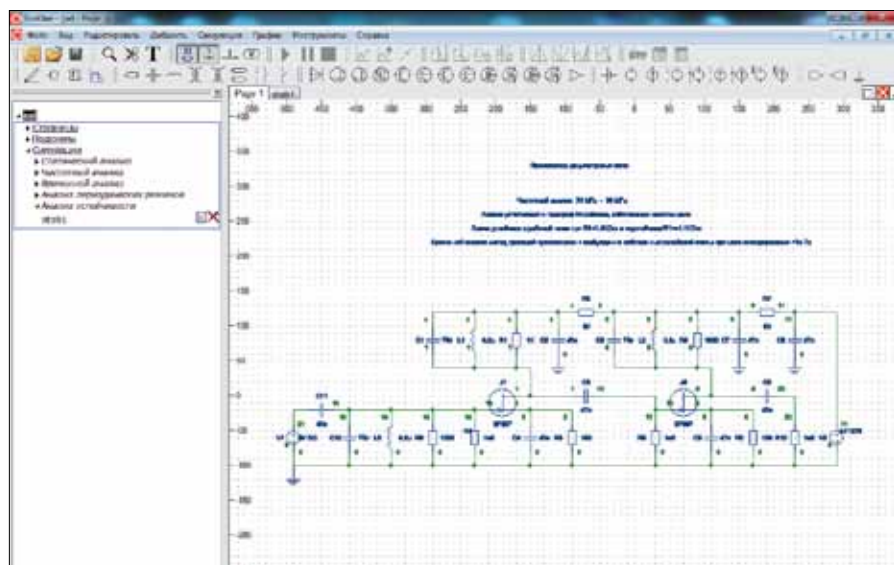

Рис.2. Преселектор дециметровых волн
**Пример исследования устойчивости схем в SimOne.** Проведем исследование устойчивости схемы преселектора дециметровых волн, изображенной на рис.2. Данная схема устойчива в рабочей точке при номинале резистора  $R1$  меньше 1,1 кОм. При превышении этого значения схема становится неустойчивой.